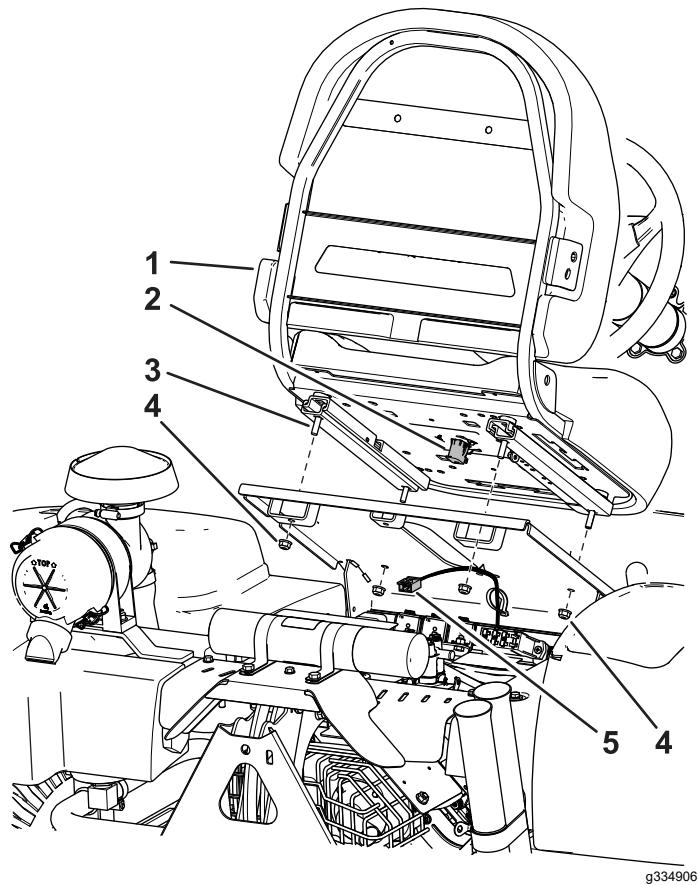

Figura 4
3. Fissate il sedile alla relativa base con i 4 dadi rimossi in precedenza; fate riferimento alla Figura 4.
| 4. Individuate il cablaggio preassemblato della macchina e collegatelo all'interruttore del sedile (Figura 4). | |